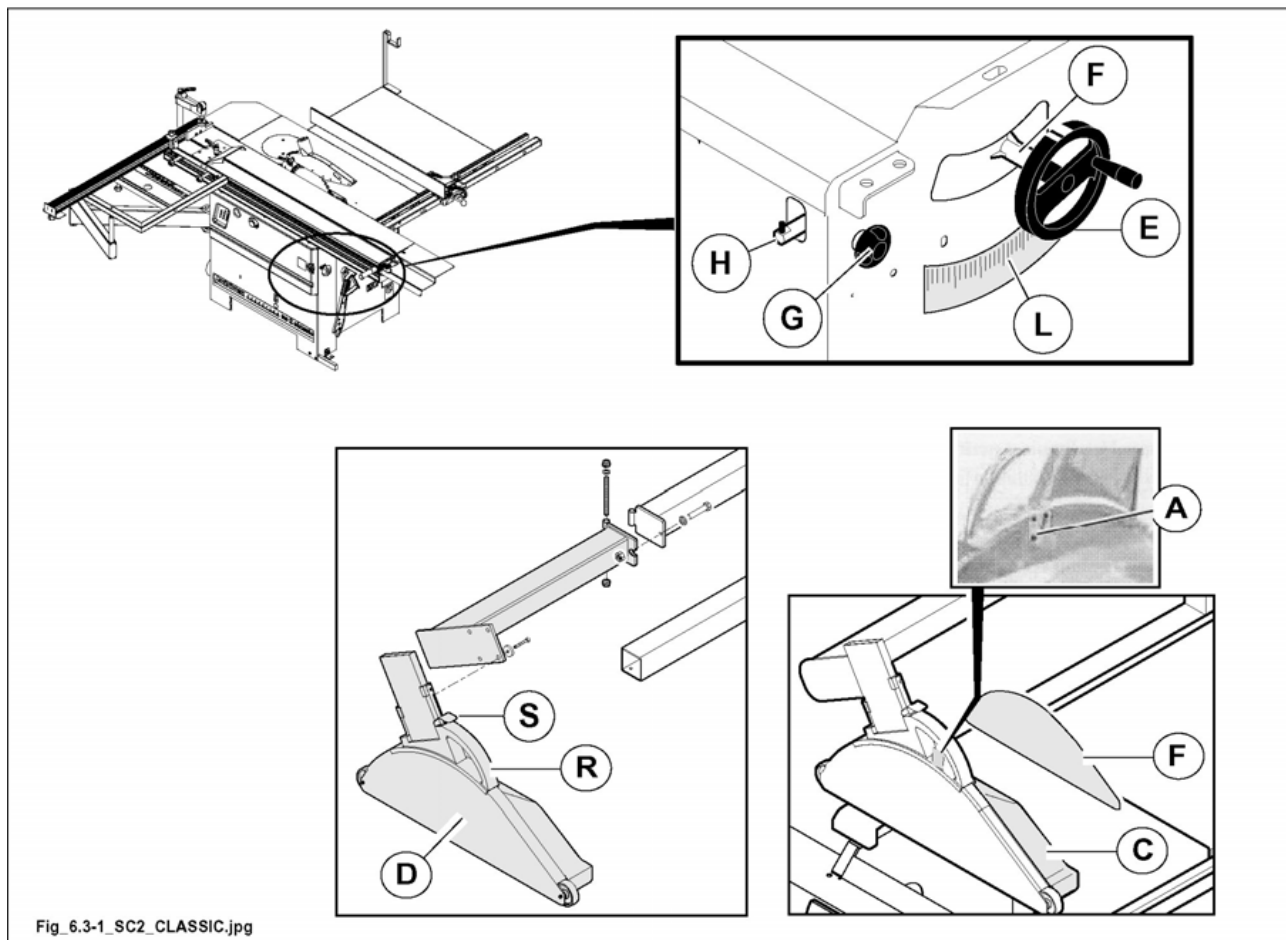

Fig. 6.3-1
- Koppla in handratten (E fig. 6.3-1) på stiftet (F fig. 6.3-1) och vrid den för att ställa in sågens höjd.
- Koppla in handratten (E fig. 6.3-1) på stiftet (H fig. 6.3-1).
- Lossa handtaget (G fig. 6.3-1) och vrid handratten för att ställa in sågens-ritssågens lutning.
- Avläs sågklingans lutning på visaren (L fig. 6.3-1).
Anordningen är försedd med två typer av skydd (F fig. 6.3-1) och (C fig. 6.3-1), ett för skärningar med sågen vid 90°, och ett för skärningar med sågen i lutande läge.
*när man arbetar med sågen vid 90° ska man alltid använda höljet (F fig. 6.3-1).*
*Om man måste arbeta med sågen i lutande läge måste man installera höljet (C fig. 6.3-1).*
- Höj skyddet till ändstopp (D fig. 6.3.1) och ta ut den bakre sidan (F fig. 6.3.1).
- För in den breda sidplåten (C fig. 6.3.1, levereras tillsammans med maskinen).
*lyft eller sänk huvan med hjälp av handtaget (R fig. 6.3-1) och spaken (S fig. 6.3-1) i enlighet med träets tjocklek.*